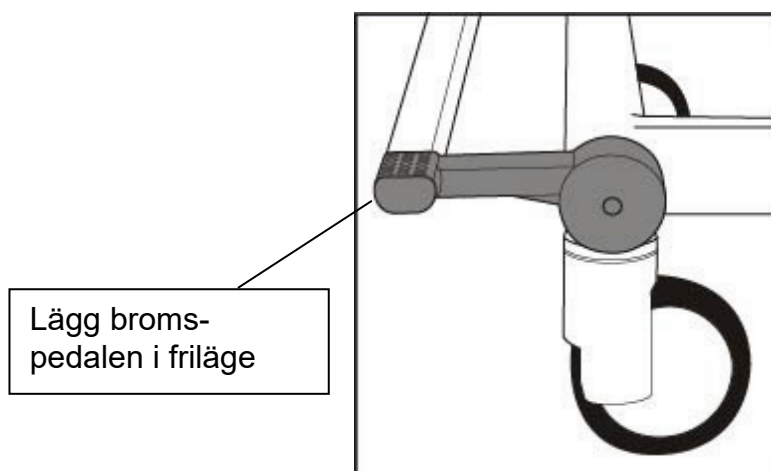

Fig. 2 – Friläge
2. Kontrollera att bromsarna är olåsta och att bromspedalen är i friläget. **(Se Fig. 2)**